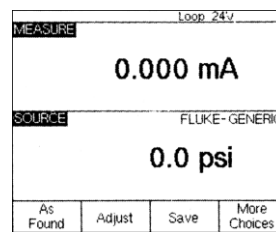

图 24
8、此时，按“AS FOUND”，屏幕显示如下图（图 24）。按“Done”键，你将看到有“Abort”“Auto Test”和“Manual Test”功能键选择的输入/输出同时显示。